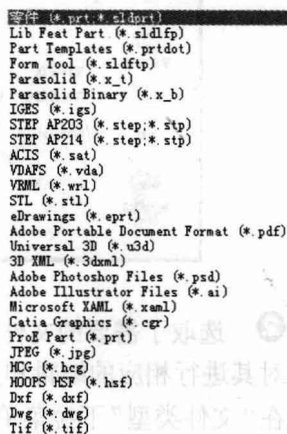

图 1-9 保存文件类型
② 在“保存类型”下拉菜单中，并不限于 SolidWorks 类型的文件，如*.sldprt、*.sldasm 和*.slddrw。也就是说，SolidWorks 不但可以把文件保存为自身的类型，还可以保存为其他类型的文件，方便其他软件对其调用并进行编辑。如图 1-9 所示是 SolidWorks 可以保存为其他文件的类型。